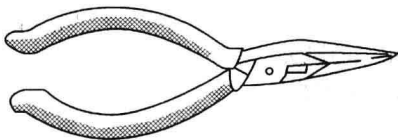

图 1-3 尖嘴钳
(2) 尖嘴钳。尖嘴钳的头部尖细,适用于狭小空间的操作使用,如图 1-3 所示。其握法、使